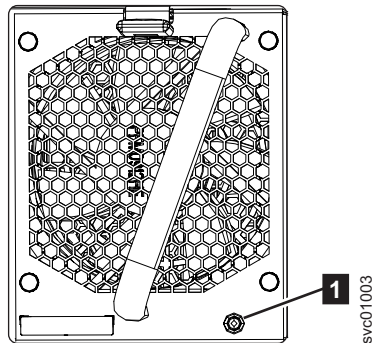

Abbildung 112. Lüftermodul-LED
**Wichtig:** Da für diese Aufgabe das Speichersystem ausgeschaltet werden muss, versuchen Sie immer zuerst einen Lüfteraustausch. Informationen zu den Prozeduren zum Entfernen und Einbauen finden Sie in „Lüftermodul entfernen: 2145-92F“ auf Seite 122 und „Lüftermodul installieren oder austauschen: 2145-92F“ auf Seite 98. Stellen Sie sicher, dass beide Lüfter ordnungsgemäß installiert sind. Führen Sie die folgende Prozedur nur aus, wenn die bernsteinfarbene Fehler-LED an den einzelnen Lüftern weiterhin aufleuchtet (**1** in Abb. 112).